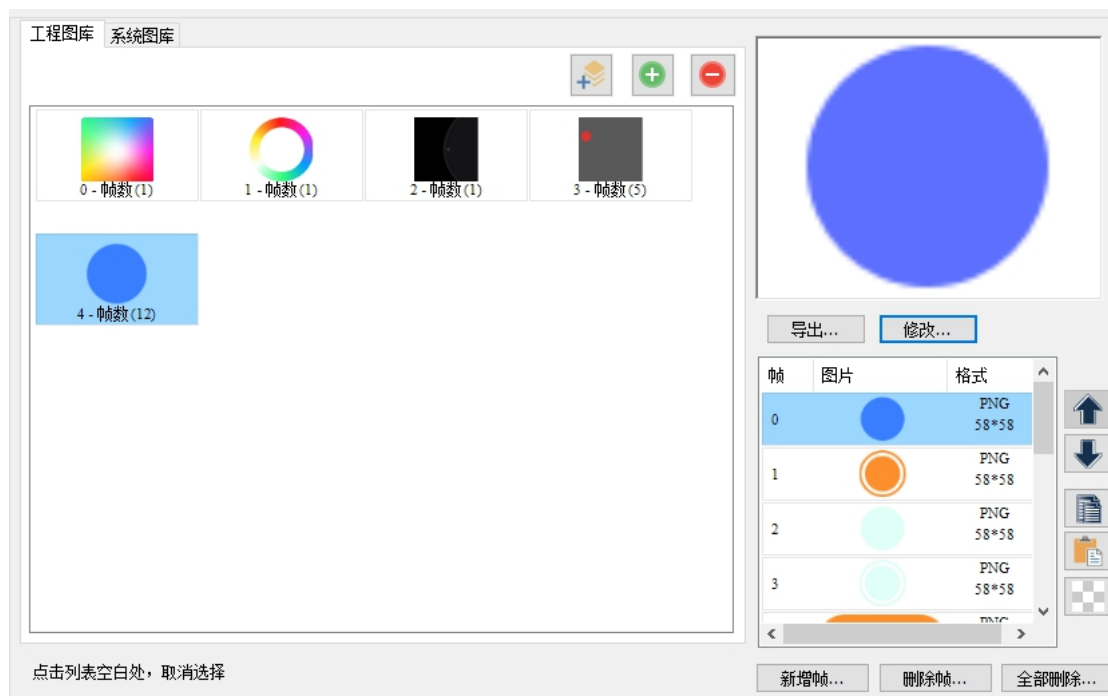

图 10-9 修改图标顺序
3. 图标 4 第 0 帧黄色指示灯变为蓝色，如下图 10-9 所示；